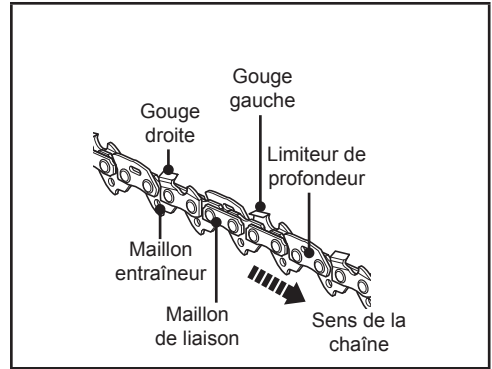

Fig. 23
2. La différence de hauteur entre la gouge et la strie représente la profondeur de coupe. Lors de l'affûtage de la chaîne (15), garder à l'esprit les points suivants (Fig. 23).